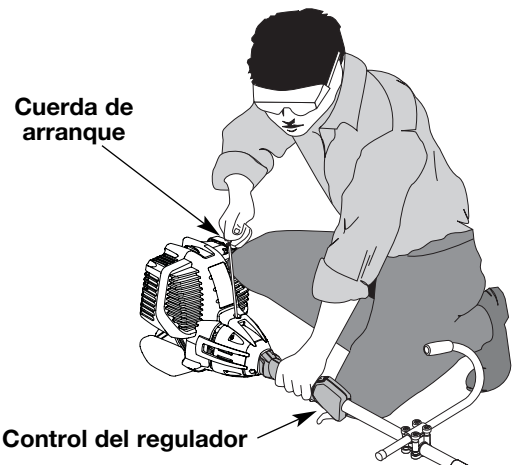

Fig. 13
**ADVERTENCIA:** Evite los arranques accidentales. Colóquese en posición de inicio cuando tire de la cuerda de arranque (Fig. 13). El operador y la unidad deben estar en una posición estable al arrancar la unidad para evitar graves lesiones personales.
4. Soporte en la posición de arranque y **no apriete el control de regulador** (Fig. 13). Tire bruscamente del cordón de arranque hasta 5 a 10 veces.